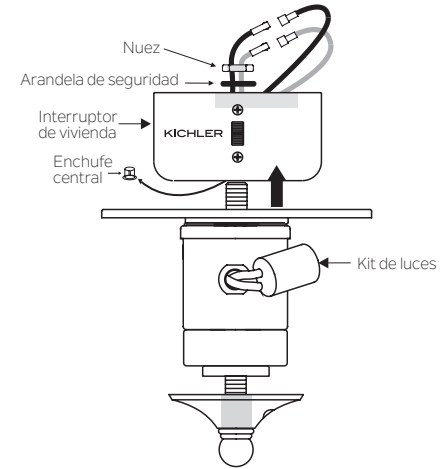

Figura 1
- 1) Retire y deseche el tapón central de la carcasa del interruptor. Conecte el kit de luz a la carcasa del interruptor pasando los cables del kit de luz (blanco y negro) a través del orificio de la carcasa del interruptor y luego atorníllelo a la carcasa del interruptor con una tuerca y una arandela de seguridad. Asegúrese de que esté lo suficientemente apretado para evitar que el kit de luz vibre suelto. (Figura 1)